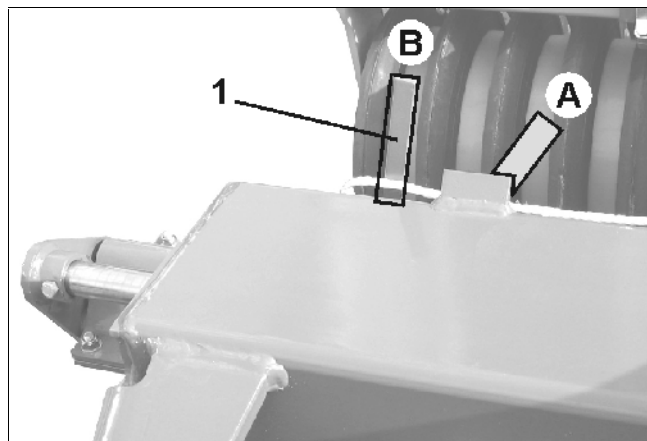

Fig. 13
- **Catros 3001 och 4001:** Backa den nedsänkta maskinen en kort sträcka, tills tallriksraderna spärras i transportläge!! (Fig. 13 - Spärrat transportläge).
Bakre tallriksradens låsläge: Indikeringen: (Fig. 13) i läge A.